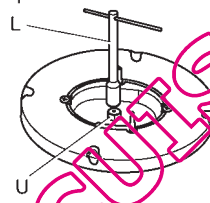

Fig.8
- Com uma chave recta L desapertar o injector U (ver fig. 8) e substituí-lo pelo correspondente.